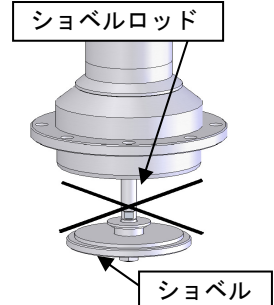

Fig.4 ショベル部分
- ❗ - ポンプ取付けの際、ポンプ下側のショベルが引っ込んでいる状態で取付けてください。ショベル部分が飛び出した状態で取付けると、ショベルロッドを曲げてしまい、ポンプの吸込み不良になります。(Fig.4)
- ❗ - ポンプ本体とショベルの間に手を入れないでください。急な作動により挟まれてケガをする恐れがあります。(Fig.4)